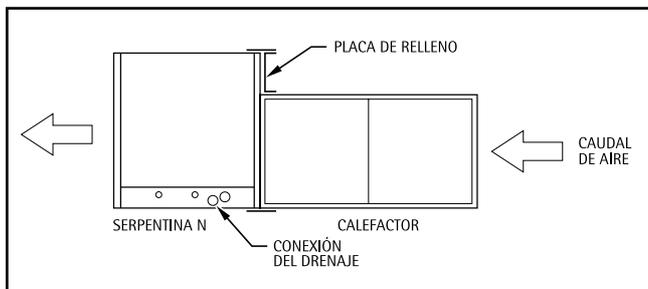
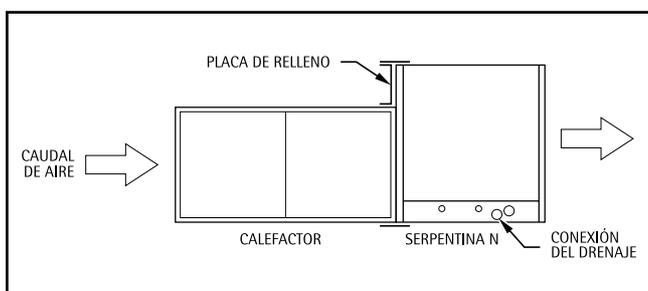

Fig. 2 - Instalación Horizontal-Izquierda con Placa de Relleno
Fig. 3 - Instalación Horizontal-Derecha con Placa de Relleno
La unidad puede ser instalada sobre una plataforma de trabajo, asegurada a una viga de techo en un ático, suspendida de colgaderos, sobre viguetas de piso en un espacio bajo piso, o instalada sobre bloques. Se encuentra diseñada para permitir el caudal de aire en ambas direcciones, para aparearse con instalaciones de calefactor horizontal-izquierda (ver Fig. 2) u horizontal-derecha (ver Fig. 3).
7. Las serpentinas se entregan con una placa de relleno incluida en el embalaje, para su utilización cuando la serpentina se acopla a un calefactor angosto. Fije la placa de relleno entre la pestaña de la serpentina en el calefactor tal como se muestra en las Figs. 2 y 3.